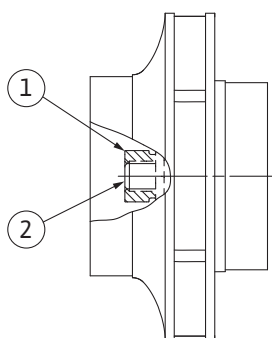

Fig. 107: Правильное положение гайки рабочего колеса после монтажа
8. Удерживая вал гаечным ключом (с шириной зева 22 мм), затянуть гайку рабочего колеса с предписанным крутящим моментом затяжки (см. таблицу «Крутящий момент затяжки» [► 32]). Гайка (Fig. 107, поз. 1) должна располагаться заподлицо с концом вала (Fig. 107, поз. 2) с отклонением $\pm 0,5$ мм. Если это условие не выполняется, ослабить гайку и повторить операции 4 – 8.